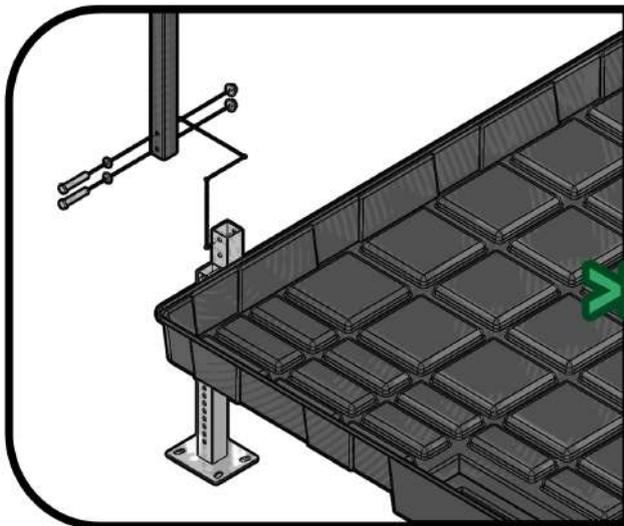

FIG. 48
- 11.1 Alloggiare il palo di supporto per le reti (fig. 47) nell'apposita sede ricavata nella traversa saldata (12) (fig. 48)